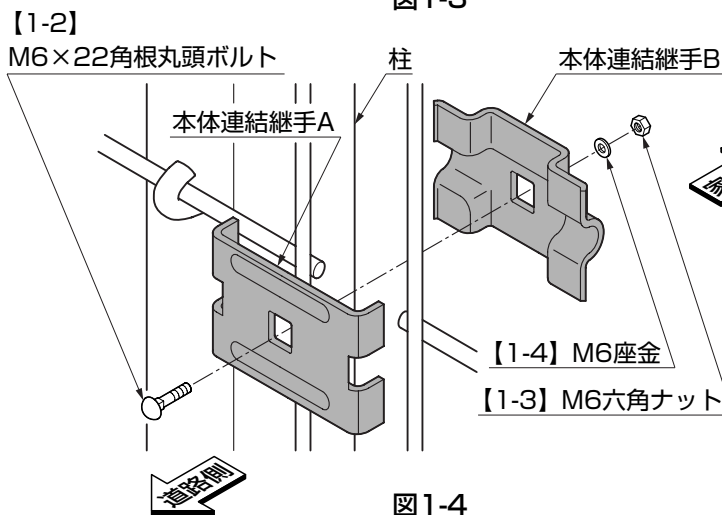

図1-4
②柱フックボルトと同位置の本体中段部に、本体連結継手A・Bを、隣り合うフェンス本体両方を挟み込み、【1-2】、【1-3】、【1-4】で締めつけてください。(図1-4参照)